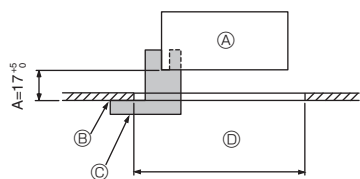
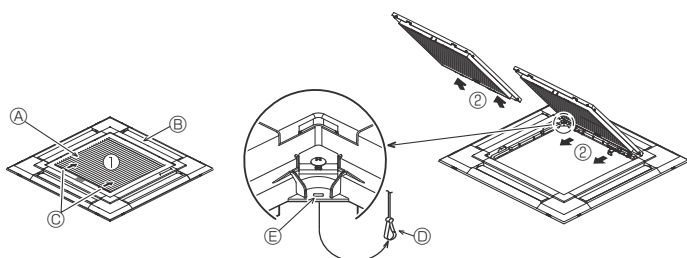
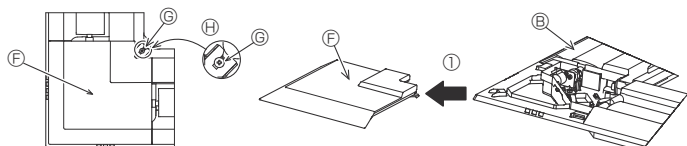

Fig. 9-2
Fig. 9-3
Fig. 9-4
①	Gitter	1	950 × 950 (mm)
②	Monteringsmåler	1	(Delt inn i 4 deler)
③	Skruer (4 × 16)	1	For PLP-6EAE, PLP-6EALME, PLP-6EALME
④	Hjørnepanel for i-see-sensor	1	For PLP-6EAE, PLP-6EALME, PLP-6EALME
⑤	Trådløs fjernkontroll	1	For PLP-6EALM, PLP-6EALME
⑥	Holder for fjernkontroll	1	Inkludert når utstyrt med den trådløse fjernkontrollen.
⑦	LR6 AA-batterier	2	Inkludert når utstyrt med den trådløse fjernkontrollen.
⑧	3,5 × 16 senkeskruer	2	Inkludert når utstyrt med den trådløse fjernkontrollen.
9.2. Gjøre klar til å feste gitteret (Fig. 9-2)
- Ⓒ Monteringsmåler ② (satt inn i hovedenheten)
9.2.1. Fjerne innsugningsgitteret (Fig. 9-3)
- Skyv spakene i retningen som pil ① viser, for å åpne innsugningsgitteret.
- Med innsugningsgitteret i "åpen" stilling fjerner du hengslene til innsugningsgitteret som vist med pil ②.
9.2.2. Fjerne hjørnepanelet (Fig. 9-4)
- Løsne de 4 skruene i hjørnet. Skyv hjørnepanelet i retningen som pil ① viser på figuren, og fjern hjørnepanelet.
[Fig. 9-3] [Fig. 9-4]